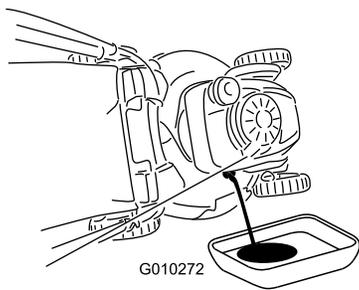

Figura 39
7. Coloque la máquina de lado con la varilla de aceite hacia abajo para drenar el aceite usado a través del tubo de llenado al recipiente (Figura 39).